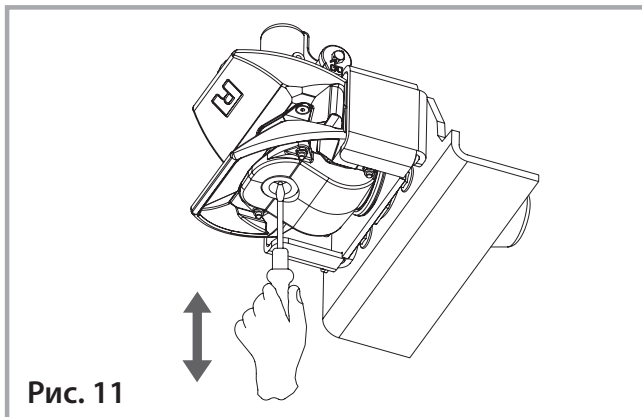

Рис. 11
- Люфт шкворня по высоте (см. рис. 11) может составлять не более **1,8 мм**.